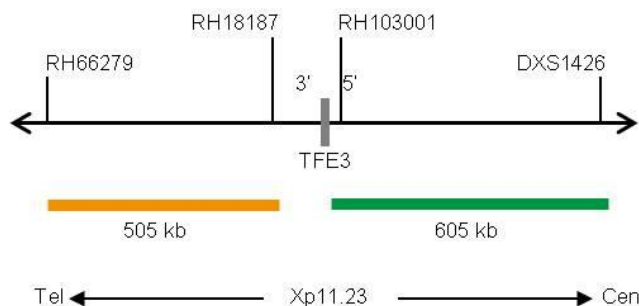

Fig. 1: SPEC TFE3 Mappa della sonda (non in scala)
- Polinucleotidi (~4.5 ng/ μ l) marcati con ZyOrange (eccitazione 547 nm/emissione 572 nm), le cui sequenze target mappano in Xp11.23* (chrX:48,287,169-48,792,674) distali al punto di rottura di TFE3 (vedere Fig. 1).
- Polinucleotidi (~10 ng/ μ l) marcati con ZyGreen (eccitazione 503 nm/emissione 528 nm), le cui sequenze target mappano in Xp11.23* (chrX:48,906,685-49,509,699) prossimali al punto di rottura di TFE3(vedere Fig. 1).